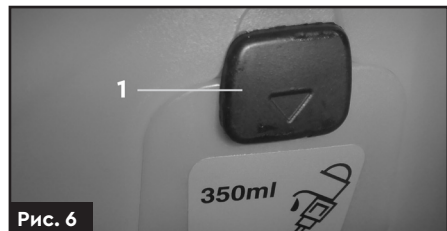
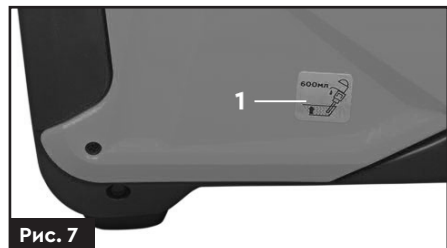

Рис. 6
Рис. 7
1. Відкрийте кришку технічного обслуговування (1) для моделей **5710631** та **5710641** (рис. 6) та (1) моделей **5710661**, **5710681**, **5710691** (рис.7).